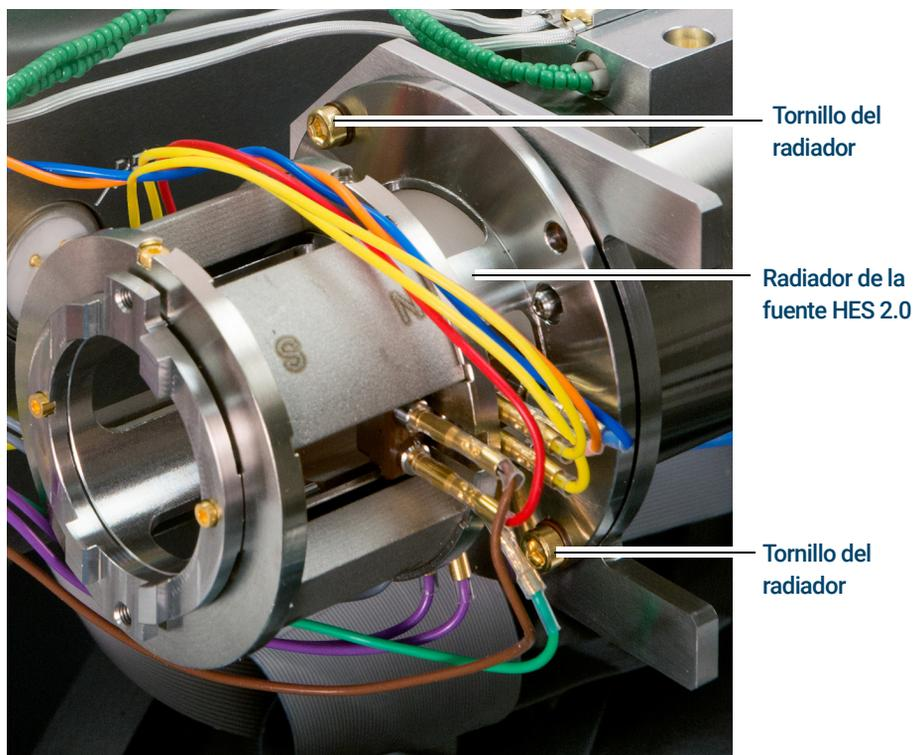

Figura 76. Retirada del radiador de la fuente EI HES 2.0
- 5 Utilice un destornillador Torx T10 para aflojar los dos tornillos que fijan el radiador al analizador y coloque el radiador en el recipiente de almacenamiento. (Consulte la **Figura 76** en la página 254).